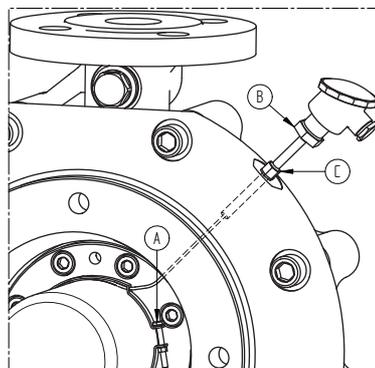

Figure 15: Branchements à l'intérieur de la sonde de température
- 6 Si la pompe est équipée d'une sonde de température, retirez délicatement le collier de serrage en desserrant la vis A (figure 15). Ensuite, desserrez d'abord la vis B, puis la vis C, et retirez la tête de raccord et le tube de raccordement tout en faisant passer la sonde de température à travers le trou pour la retirer.
- 19 Si la pompe est équipée d'une sonde de température, faites passer la sonde de température à travers le trou pour l'installer, puis montez la tête de raccord et le tube de raccordement sur le couvercle intermédiaire. Ensuite, faites passer la sonde de température par le trou pour la placer dans le collier de serrage, puis montez le collier de serrage comme illustré sur la figure 15.